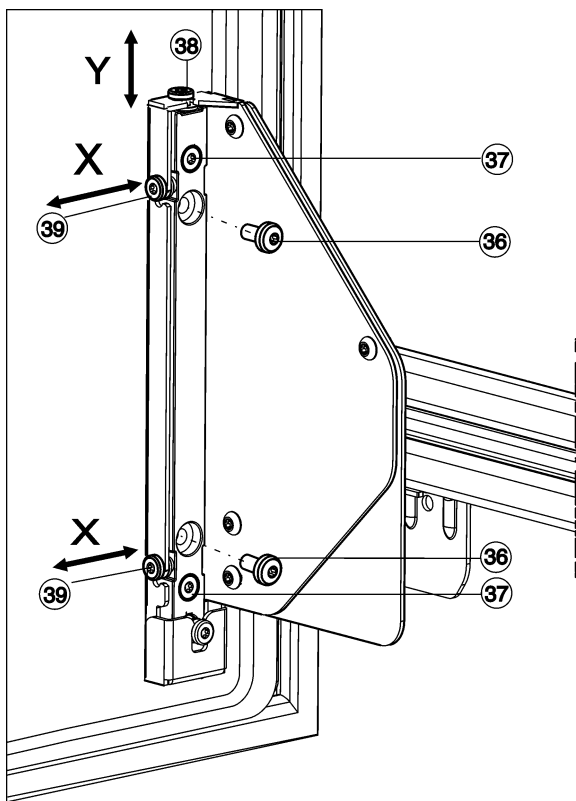

Fig. 27
- ▶ Svitare completamente le Fig. 27 (36) viti.
- ▷ Eliminare le viti Fig. 27 (36), non sono più richieste.
- ▶ Allentare solamente le viti Fig. 27 (37) di 1 - 2 giri.
- ▶ Girare la vite di regolazione (38). In senso orario: la porta si sposta di max. 4 mm verso l'alto. In senso antiorario: la porta si sposta di max. 2 mm verso il basso.
- ▶ Serrare di nuovo tutte le viti Fig. 27 (37).
- ▶ Se le viti Fig. 27 (36) sono ancora presenti, devono essere completamente svitate.
- ▶ Spostare le viti di regolazione Fig. 27 (39) a seconda della direzione di regolazione laterale desiderata.
- ▶ Al termine della regolazione laterale serrare di nuovo fermamente le viti Fig. 27 (37).